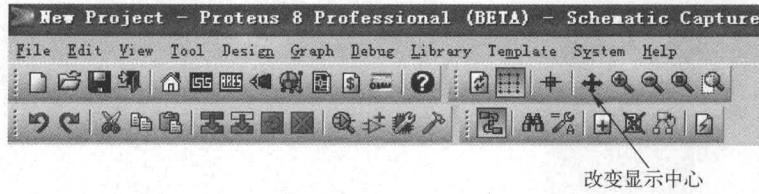

图 1-13 工具栏改变显示中心工具
- ☺ 使用工具栏 Center At Cursor (改变显示中心) 图标改变显示中心，如图 1-13 所示。